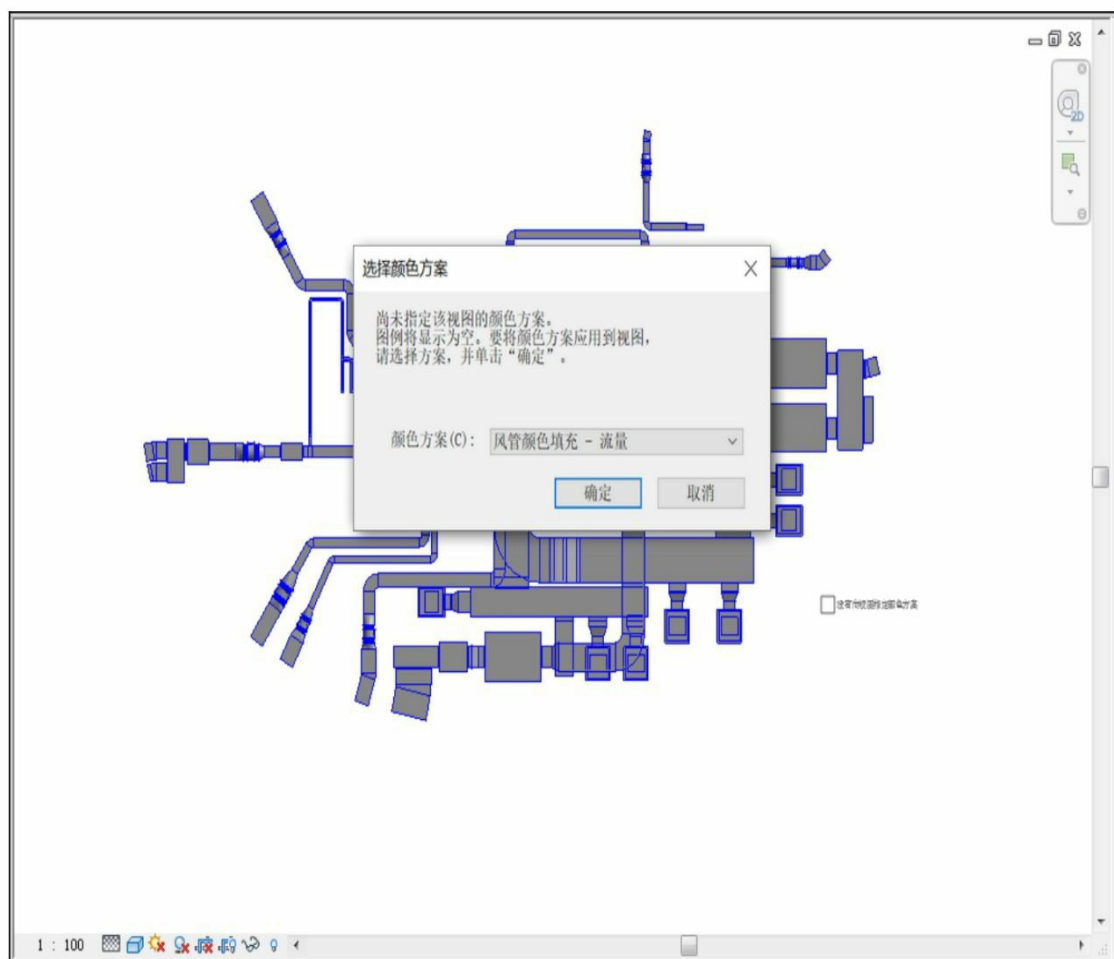

图2-127
(3) 单击进入并放置图例，弹出如图2-127所示的对话框。